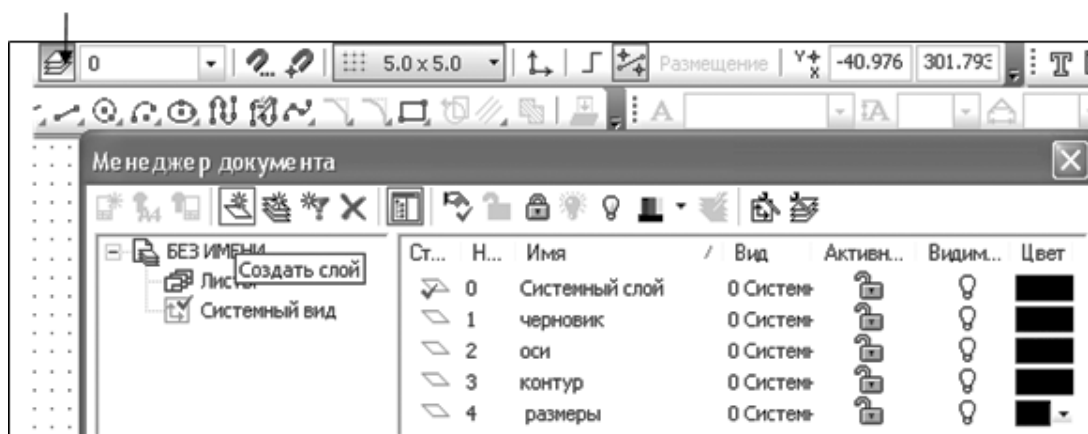

Рис. 42. Окно *Менеджер документа*
4. Выполните настройку слоев, обратившись к пиктограмме *Состояние слоев*. В открывшемся окне *Менеджер документа* нажатием кнопки *Создать слой* сформируйте слои чертежа (черновик, оси, контур, размеры) (рис. 42).